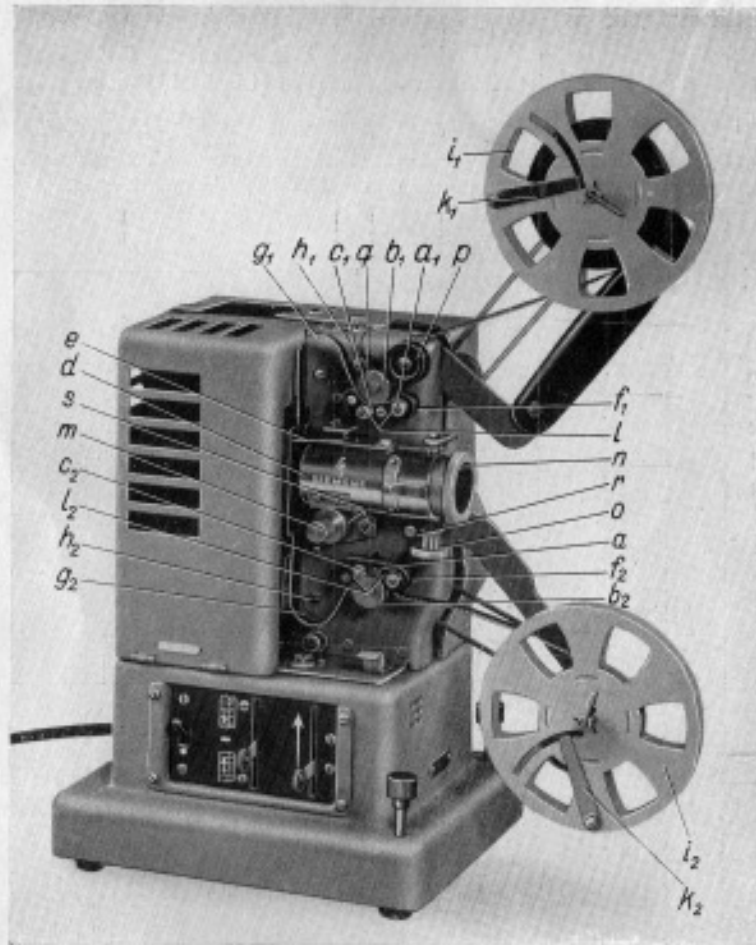

Bild 6. Projektor mit eingelegtem Film
Spule mit Film auf Achse des oberen Spulenträgers stecken, wobei Schwenkarm (k_1 in Bild 6) auf der Seite liegen muß, auf der sich die umlegbare Zunge befindet. Zunge in der Richtung umlegen, daß sie den Schwenkarm nicht behindert.
1. Andruckrollenhalter (a, a_1 in Bild 6) von Zahntrommeln (b_1, b_2) abdrücken bis zum Einrasten, dabei auf Auslöseknöpfe (c_1, c_2) drücken.
Fein: Drehen des Rändelringes (n in Bild 6).
Die zwischen zwei aufeinanderfolgenden Filmbildern liegende Trennungslinie, der Bildstrich, durch Drehen an der Bildstrich-Einstellschraube (o in Bild 6) aus der Bildfläche herausbringen. Bildstrich und Bildscharfe während der Vorführung beobachten.
2. Bildstrich einstellen durch Drehen am Greiferknopf (m in Bild 6).